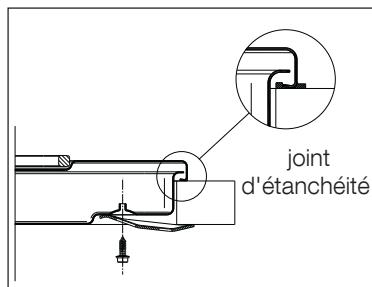

Fig. 9
- fixez la table au meuble à l'aide des pattes de serrage prévues à cet effet (Fig. 9). Les pattes de serrage se trouvent dans l'emballage des injecteurs fournis avec la table. La traction exercée par les vis est suffisante pour tracer un sillon dans le joint d'étanchéité, que l'on pourra aisément enlever.